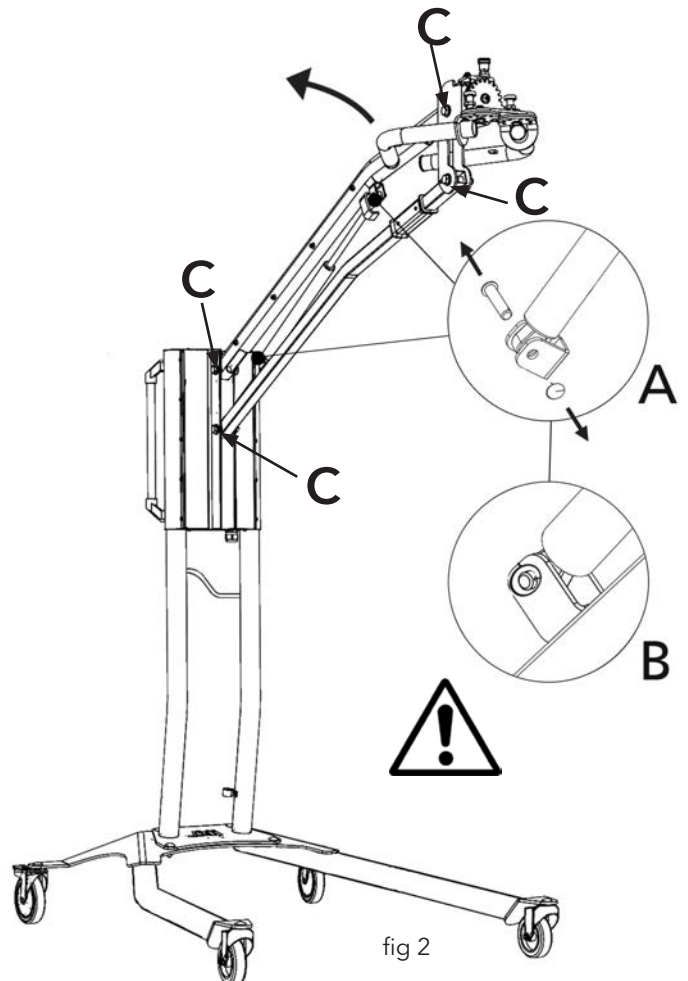

fig 2
Si le sècheur mobile ne s'immobilise pas dans sa position la plus haute ou la plus basse, mais qu'il tombe ou se relève de lui-même, resserrez les 4 boulons indiqués par la lettre « C » sur la figure 2. Si le bras ne s'arrête pas encore ou si le bras devient lourd à régler, le ressort à gaz doit être remplacé.
2. Placez le bras parallèle en position relevée maximale (fig 2).
4. Déposez les bagues et les deux goupilles de blocage. Déplacez légèrement le ressort à gaz vers le haut/avant, puis démontez-le (fig 2).